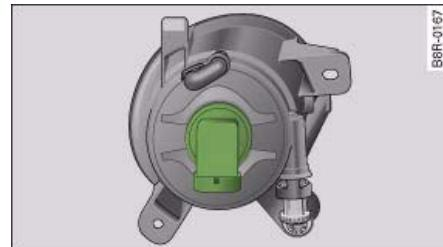

Fig. 258 Faro anti-niebla desmontado: Base portalámparas marcada
- Retire la base de la carcasa girándola, con cuidado, en el sentido contrario al de las agujas del reloj ⇒ fig. 258.